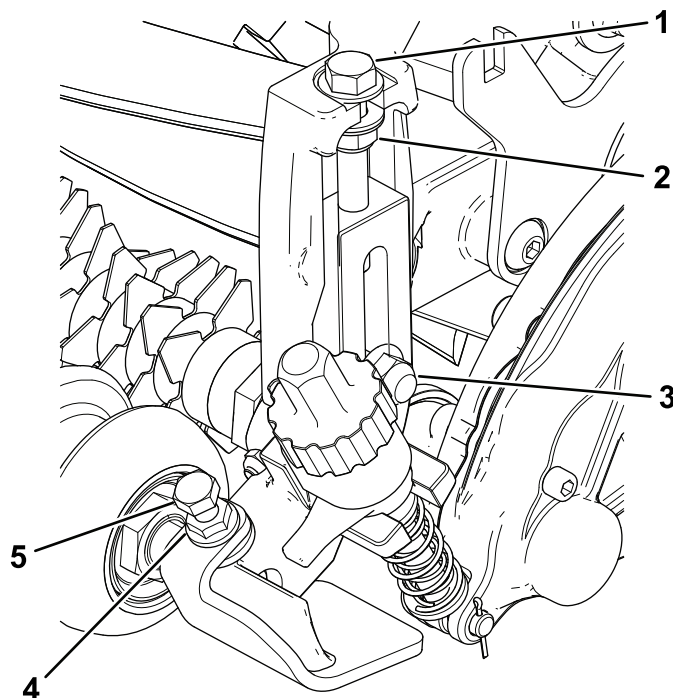

Figura 14
4. Serrate i bulloni a testa tonda e i dadi di bloccaggio che fissano i gruppi delle staffe dell'altezza di taglio alle piastre laterali (Figura 14).
5. Serrate il dado di bloccaggio sul bullone di regolazione dell'altezza di taglio, quindi allentate il dado di bloccaggio di 1/2 giro (Figura 14).
6. Centrate il rullo anteriore tra i gruppi della staffa dell'altezza di taglio e bloccatelo in posizione con le viti a testa cilindrica e i dadi flangiati (Figura 14).